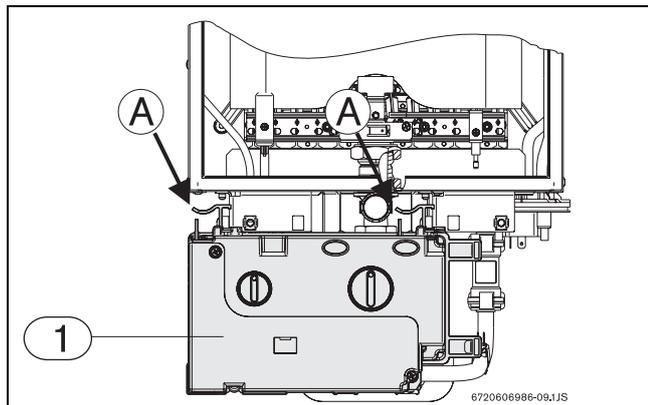

Fig. 4 Enlever le tableau électrique
- ▶ Une fois le tableau électrique retiré, positionnez-le conformément à la Fig. 4.